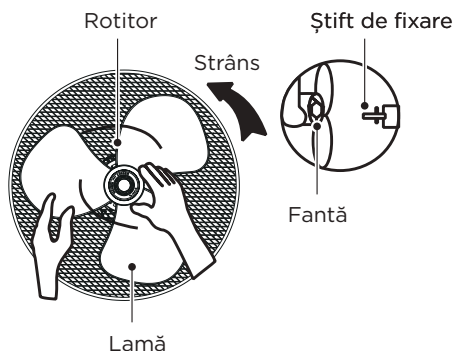

Fig.8
- 2 Introduceți lama în arbore și asigurați-vă că știftul arborelui rotorului este montat în canelura lamei. Rotiți rotitorul în sens invers acelor de ceasornic pentru a strânge lama. (Fig.8)